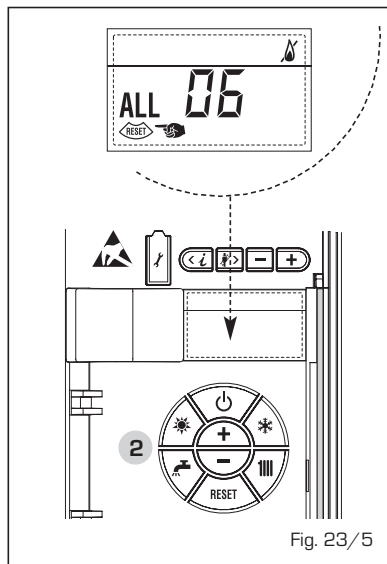

Fig. 23/5
- ANOMALIA TERMÓSTATO SEGURANÇA/DE LIMITE "ALL 07" (fig. 23/6)